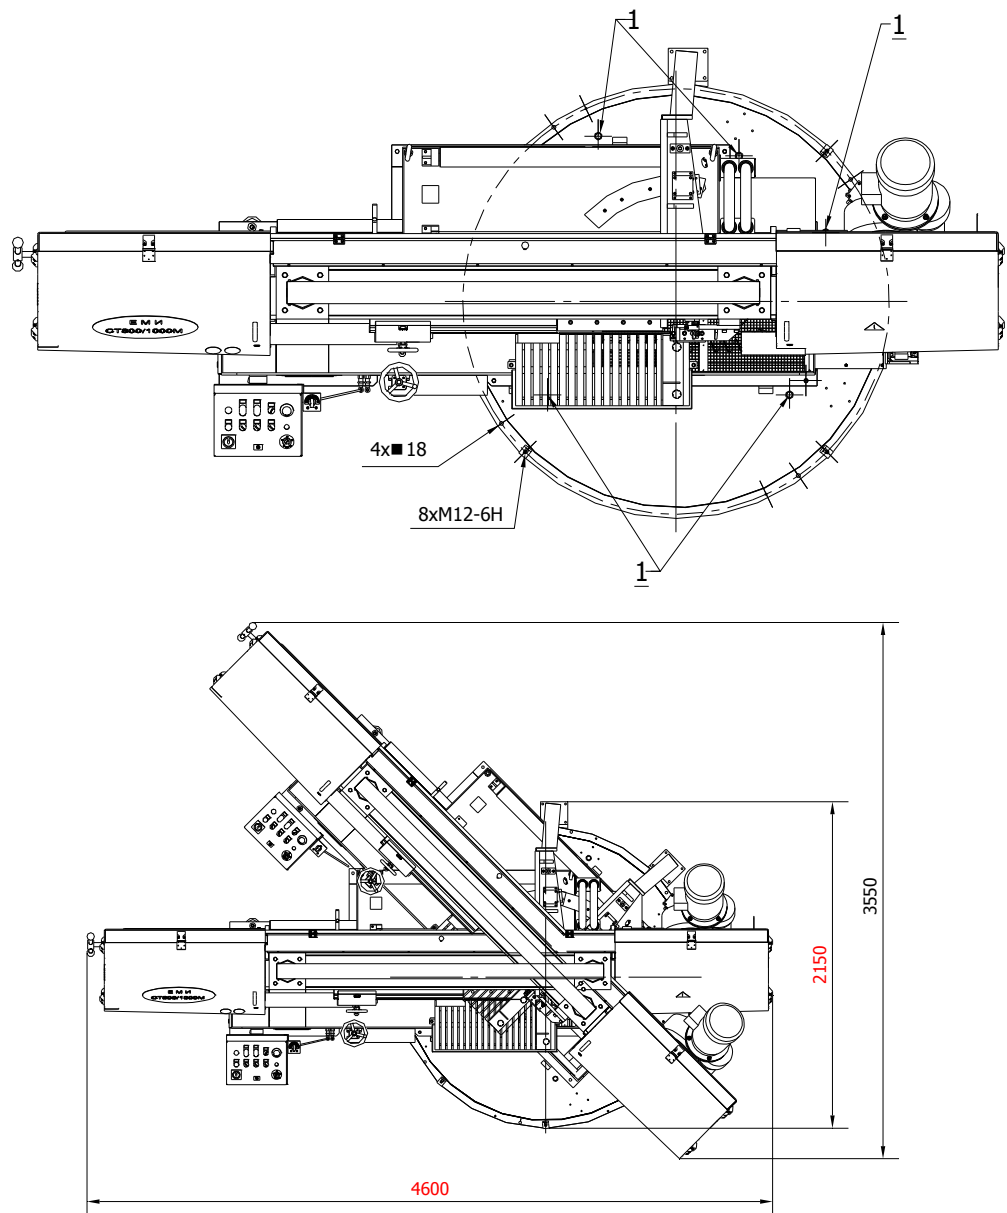

рис.2
- отсранить болтом и гайки поз.1 – 5 бр. / рис.2/, окрашенной в ярко-желтом.
- через болтом и гайки M12- рис.2 /в конверт / горизонтировать станка.
Габаритные размеры станка и местоположение отверстия /φ18/ для укрепляющие болты указанный на рис.2